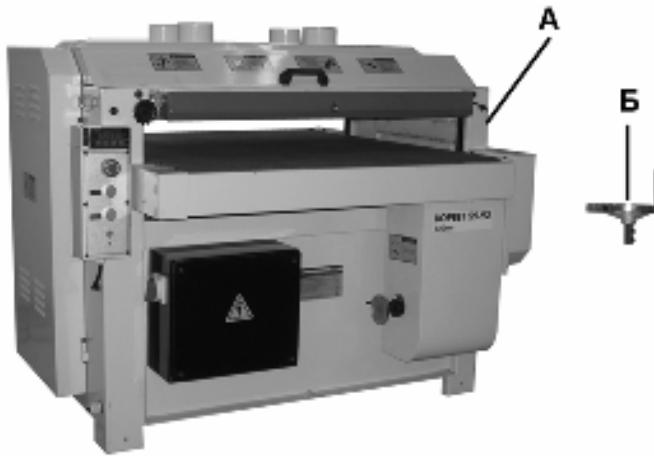

Рис.1
3.1. В комплект поставки входит Рис.1: